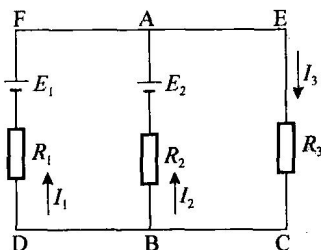

图 1-1-6 复杂电路
1. 支路。由一个或几个元件首尾相接构成的无分支电路叫做支路。如图 1-1-6 中共有三条支路: AEC、AB、AFD。
2. 节点。三条或三条以上支路的连接点叫做节点。图 1-1-6 中有两个节点: 节点 A 和节点 B。
3. 回路。电路中的任一闭合路径叫做回路。图 1-1-6 中共有三个回路: ABCEA、AFDBA、AFDBCEA。
4. 网孔。在回路内部不含有支路的回路叫网孔。图 1-1-6 中有两个网孔: ABCA 和 ADBA。